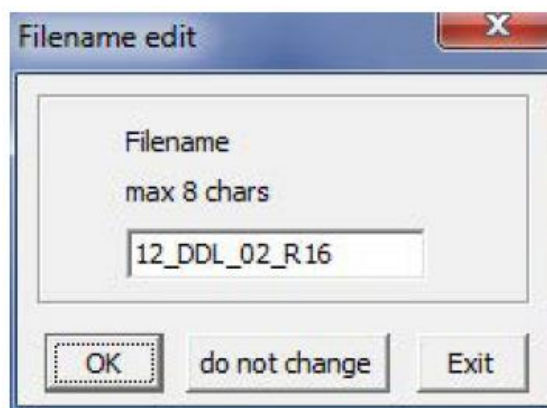

Рисунок 15
2.2.12 Согласитесь с именем файла, нажав на «OK» (рисунок 15).